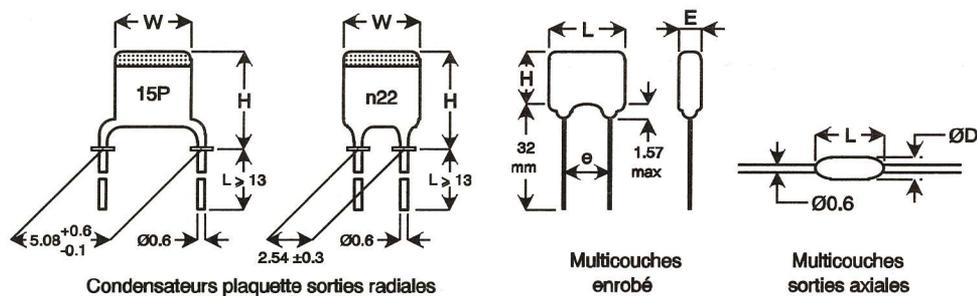

Fig 5
- Condensateurs céramique (fig. 5) — Type I à coefficient de température défini entre +100 et −1500. 10–6/°C, faible angle de pertes, bonne résistance d'isolement, large plage de fréquence, bonne tenue en température (−55°C à +125°C), valeurs entre 1 pF et 15 nF.